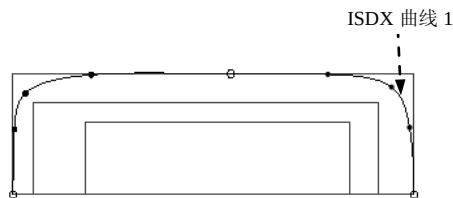

图 8.8.12 创建 ISDX 曲线 1
Step2. 创建图 8.8.12 所示的 ISDX 曲线 1。
(1) 设置活动平面: 接受系统默认的 TOP 基准平面为活动平面。
(2) 单击  按钮, 选择 Course_v1 视图。